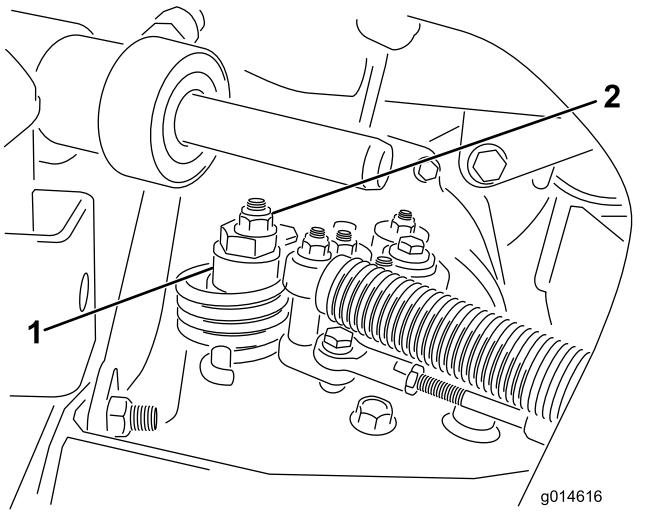

图34
A. 松开将偏心螺栓固定到静液压泵顶部的螺母图34。
C. 旋转偏心螺栓直到不再出现任何方向的缓慢前移。当轮子停止旋转时旋紧螺母锁定偏心螺栓和调整图34。将油门移至慢速和快速位置验证调节情况。